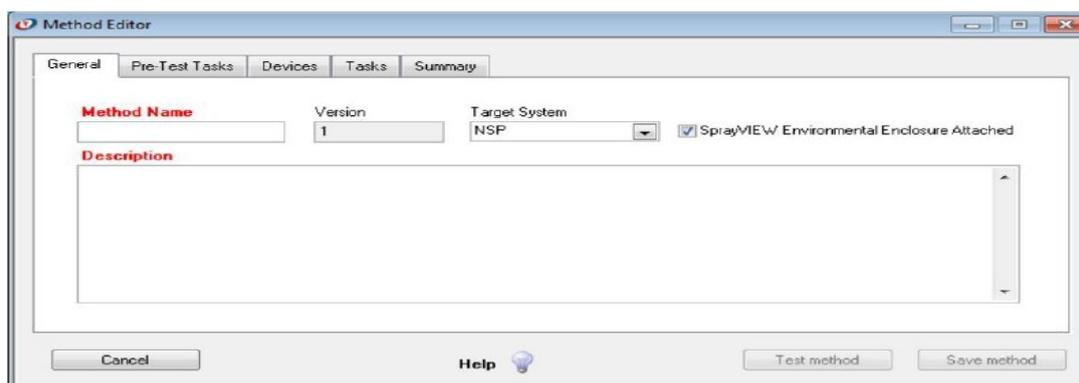

Figura 67. Caixa de diálogo Editor de Método.
- Clique em seguida no botão *Edit Method*. A caixa de diálogo Editor de Método aparece conforme Figura 67.